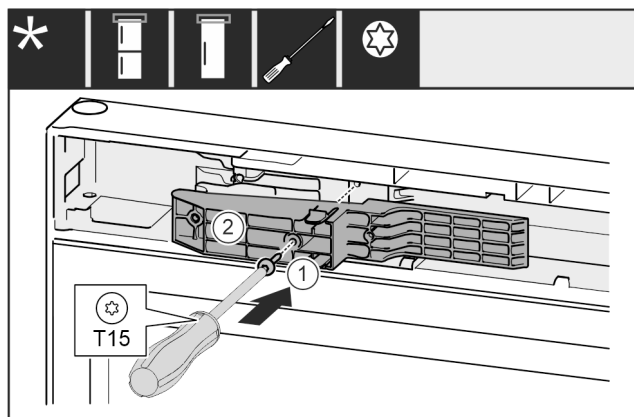

Fig. 70 *
- ▶ Inserire l'adattatore Fig. 70 (1) nel vano sul lato della maniglia.*
- ▶ Stringere la vite Fig. 70 (2) con un cacciavite.*